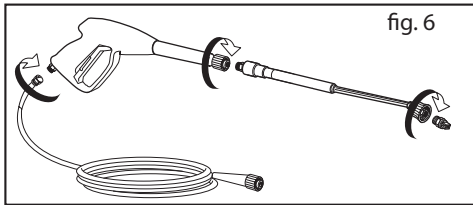

fig. 6
2. Podłącz wąż wysokociśnieniowy do pistoletu. Wstaw wybraną lancę w przedłużenie. Wciśnij przedłużenie i przekręć aż do odpowiedniej pozycji (rys. 6). Wciśnij dyszę (rys. 2A).